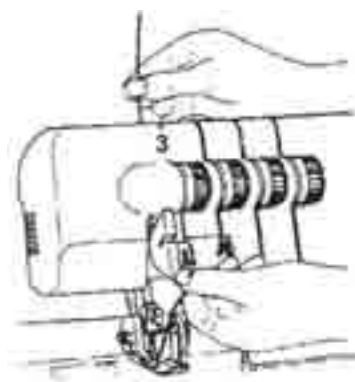

Fig. 31
3. Tenez le fil avec les doigts, guidez-le entre les disques du sélecteur de tension du fil **⑭** et tirez-le ensuite vers le bas (3) (Fig. 31).